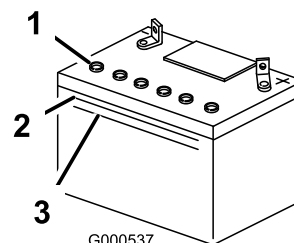

Figura 43
1. Osservate il fianco della batteria. L'elettrolito deve raggiungere la linea superiore (Figura 43). Non lasciate scendere l'elettrolito sotto la linea inferiore (Figura 43).
3. Togliete i tappi di spurgo dalla batteria (Figura 43).
4. Aggiungete lentamente acqua distillata in ogni elemento della batteria finché l'elettrolito non raggiunge la linea superiore (Figura 43) sulla scatola della batteria.
5. Attendete cinque o dieci minuti dopo avere riempito gli elementi della batteria. All'occorrenza, aggiungete acqua distillata finché l'elettrolito non raggiunge la linea superiore (Figura 43) sulla scatola della batteria.